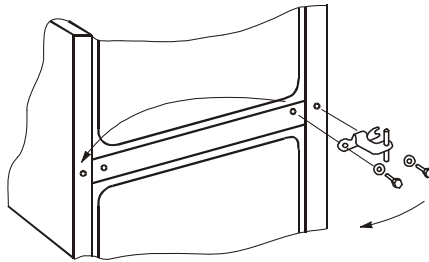

Рис. 28. Переустановка петли средней по новому месту крепления
- ж) на дверных ручках заглушки установить во втулки на противоположной стороне дверей (рис. 28);